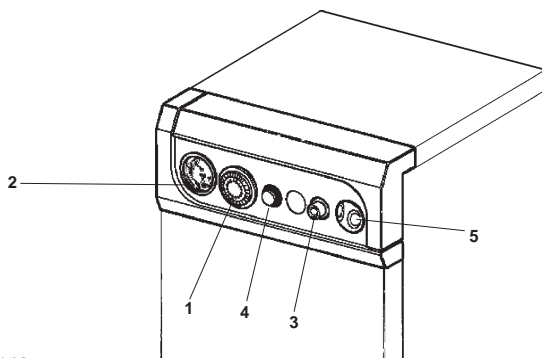

Рис. 1
Предохранительный термостат с ручной настройкой 3 (рис. 1)
Регулирующий термостат котла 5 (рис.1)
- 2) Установите на термостате 5 (см. рис.1) желаемую температуру.
- 3) Включите котел в сеть и нажмите выключатель 4 (рис. 1) на шитке управления.
Для кратковременного выключения котла достаточно нажать выключатель 4 (рис. 1) на командной панели.